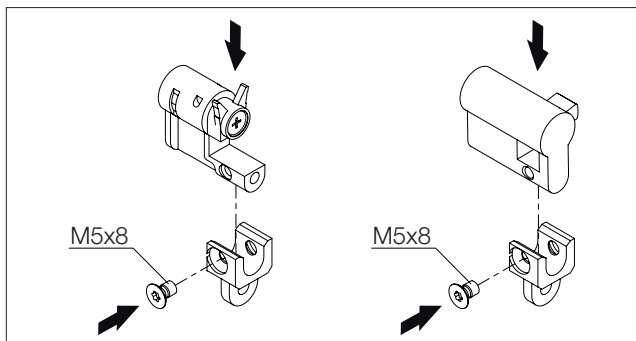

Abb. 2: Montieren des Sicherheitseinsatzes (links) bzw. des Profilhalbzylinders (rechts) in der Aufnahme
- Montieren Sie den Sicherheitseinsatz bzw. den Profilhalbzylinder in der Aufnahme aus dem Lieferumfang des Komfortgriffs (Abb. 2,  $M_A = 2 + 1 \text{ Nm}$ ).